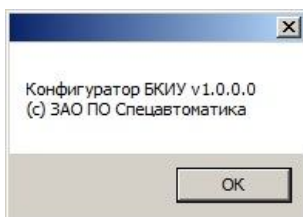

Рисунок 8.6 – Окно «О программе Конфигуратор БКиУ»
8.6 В меню «**Справка**», при нажатии на «**О программе Конфигуратор БКиУ**», открывается окно с информацией (рисунок 8.6).